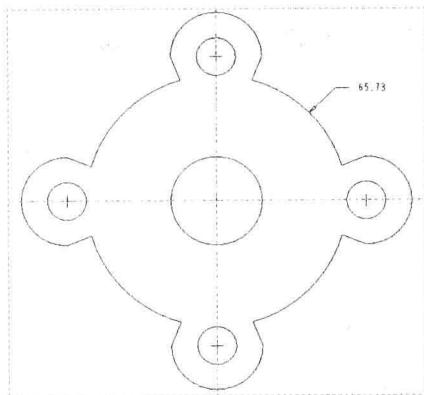

图 3-48 图形文件
Step 01 按【Ctrl+O】组合键, 打开图形文件, 如图 3-48 所示。